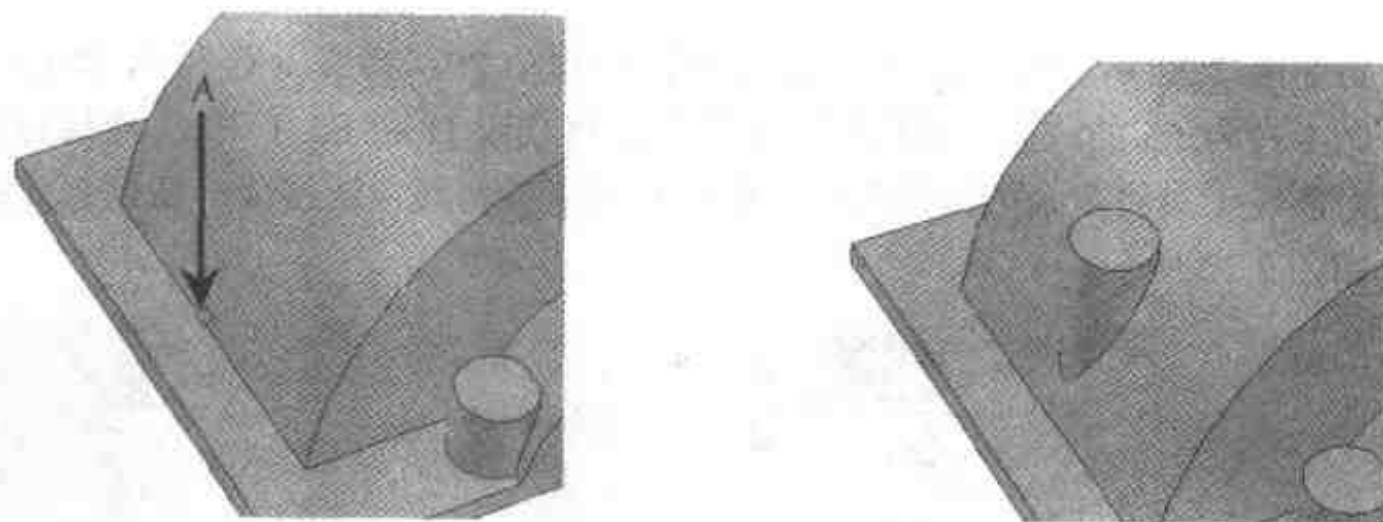

图 2.18 生成另一凸台
- (9) 从【图素】设计元素库中向如图 2.18 左图所示中点 A 处拖入一个【圆柱体】智能图素。
- (10) 右击向上的智能手柄，将高度改为 125，长度改为 50，单击【确定】按钮；打开【三维球】后沿长方体长度方向向右移动 30，结果如图 2.18 右图所示。